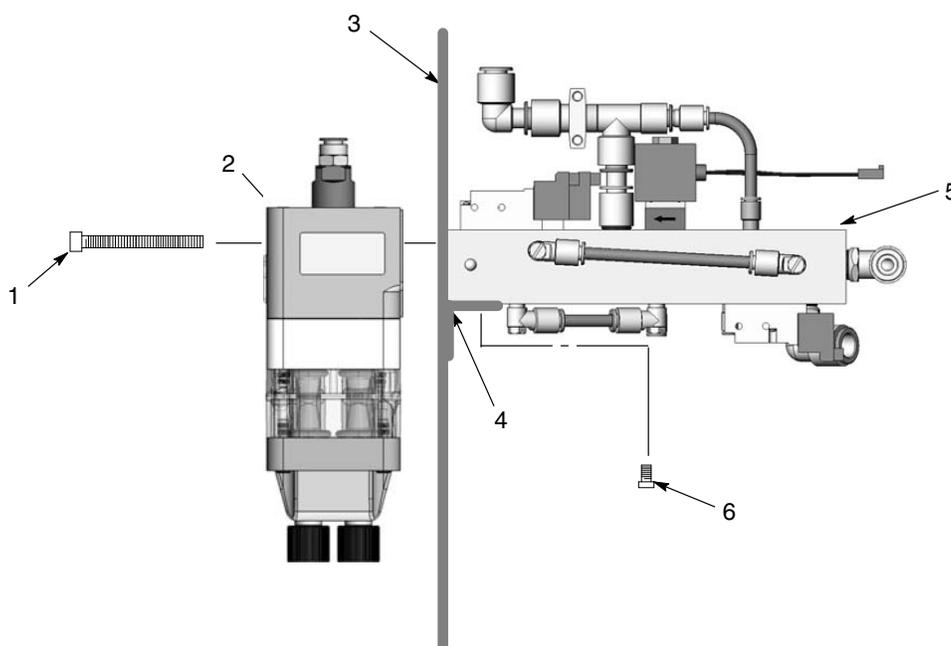

Figura 4-1 Montarea pompei și a colectorului
1. A se vedea Figura 4-1. Asigurați-vă că garniturile pompei (2) și ale colectorului (5) nu sunt deteriorate. Dacă garniturile sunt deteriorate, înlocuiți-le.
2. Așezați colectorul pe suportul de montare adecvat (4), pe peretele panou al pompei (3). Fixați colectorul cu șuruburile de montaj (6), dar nu strângeți șuruburile.
3. Fixați pompa la panoul pompei și colector cu ajutorul șuruburilor de montaj ale pompei (1). Strângeți bine șuruburile de montare ale pompei.